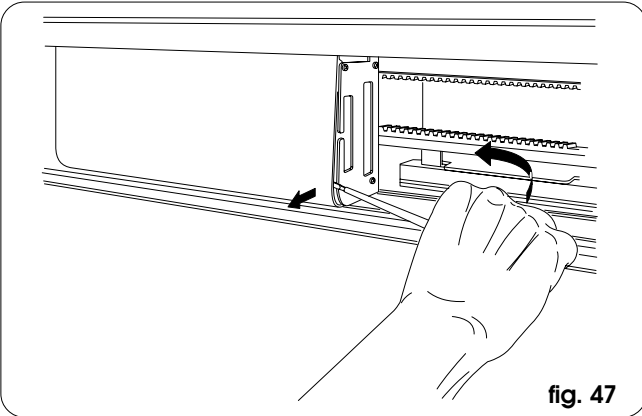

fig. 47
- Para extraer las tapas de protección de los grupos unidad de control SDM y transformador, haga palanca delicadamente con un destornillador, como se indica en la fig. 47.